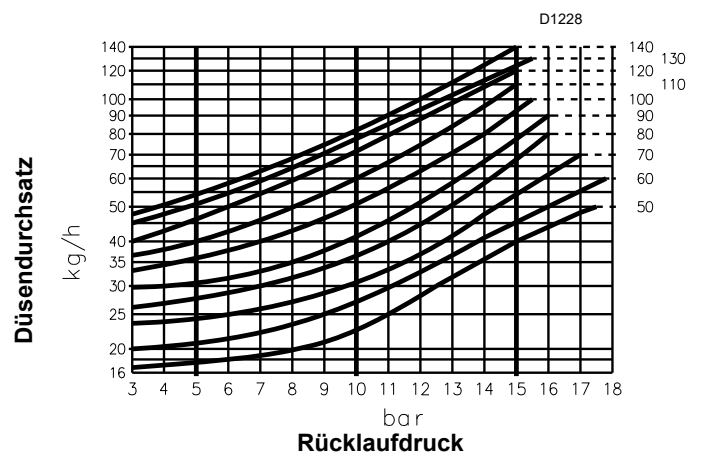
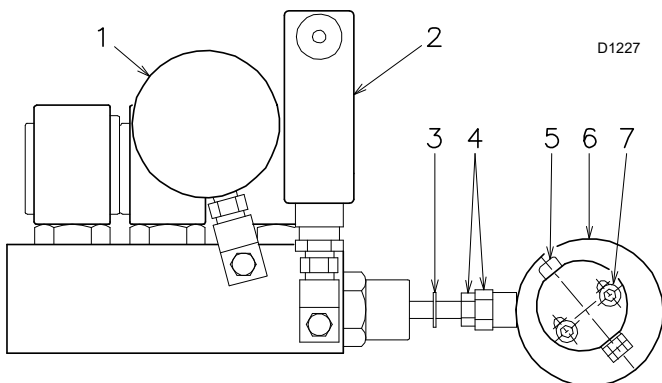

Abb. 28
Abb. 29
Das Diagramm (Abb. 28) zeigt dieses Verhältnis für Düsen Bergonzo Typ A3 und A4 mit einem Vorlaufdruck der Pumpe von 20 bar.
Der Druckwert am Rücklauf der Düse wird vom Druckmesser 1)(Abb. 29) angegeben.
Die Korrekturen des Drucks in der Rücklaufleitung werden durch Verstellen des Exzenters 6)(Abb. 29) und der Mutter mit Kontermutter 4)(Abb. 29) erzielt.
- Den Kolben des Druckwandlers nie bis auf den Anschlag bringen: der Anschlagring 3)(Abb. 29) bestimmt den maximalen Hub.
- Nach erfolgter Einstellung und nach dem Entriegeln des Stellantriebs (siehe Seite 26) von Hand prüfen, dass zwischen 0° und 130° keine Verkantungen vorliegen und dass der maximale und minimale Druck dem gemäß dem Diagramm (Abb. 28 Seite 24) gewählten Wert entsprechen.
Der Düsendurchsatz ergibt sich aus dem Diagramm (Abb. 28 Seite 24), das dem am Manometer 1)(Abb. 29 Seite 25) abgelesenen Rücklaufdruck der Düse entspricht.